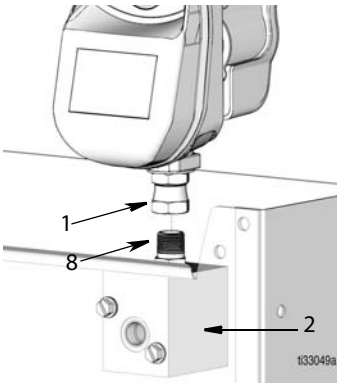

Рис. 12
- Установите раздаточное устройство с расходомером в корпус стойки для раздачи масла, присоединив фитинг (1) на раздаточном устройстве с расходомером к патрубку (8) в коллекторе (2), как показано на Рис. 12. Надежно их затяните.
**ПРИМЕЧАНИЕ.** Не наносите резьбовой герметик или ПТФЭ-ленту на резьбы фитингов (1).